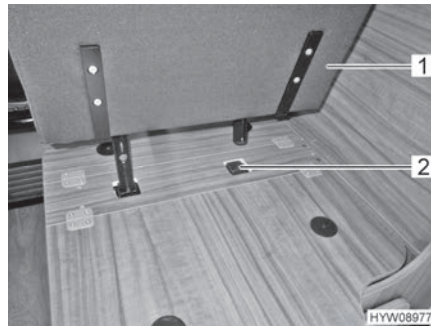

Bild 29 Stecksitz in Halterung stecken
- Stecksitz (Bild 29,1) in Halterung (Bild 29,2) stecken.